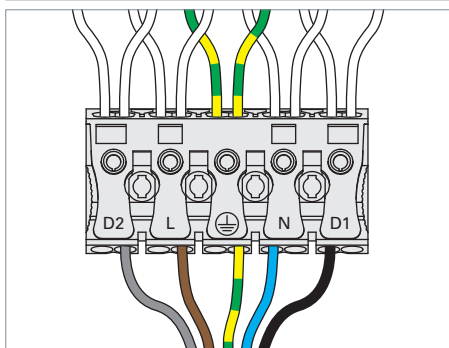

Fig. 5: Leuchte anschließen.
- Verbinden Sie die Adern der Anschlussleitung mit der Anschlussklemme am Leuchtenrahmen, siehe Fig. 5.